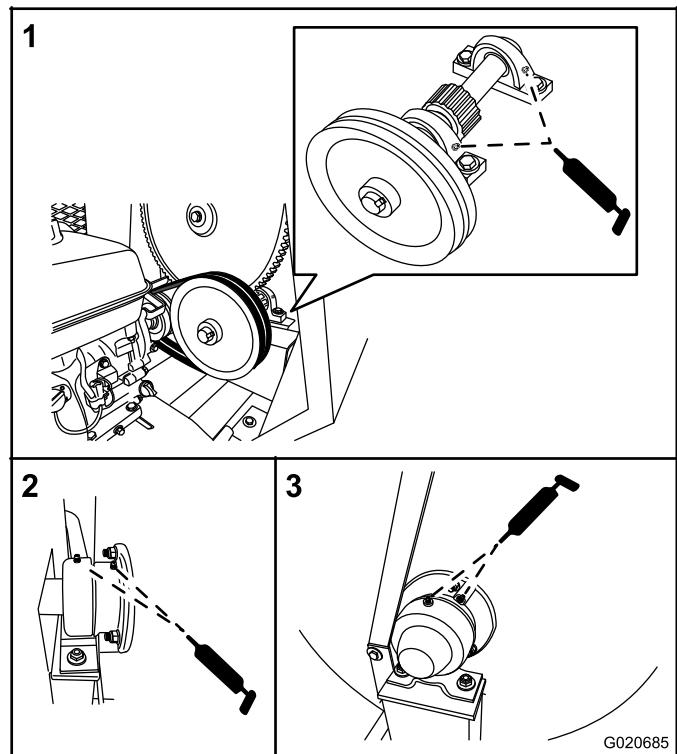

Figure 39
1. Nettoyez la surface autour de chaque graisseur avec un chiffon et retirez le capuchon en plastique du graisseur (Figure 39).
- Pour les paliers, faites 1 injection de graisse dans chaque graisseur (Figure 39).
- Pour les tourillons, injectez de la graisse à plusieurs reprises dans le graisseur jusqu'à ce qu'elle commence à suinter hors du logement du palier (Figure 39).